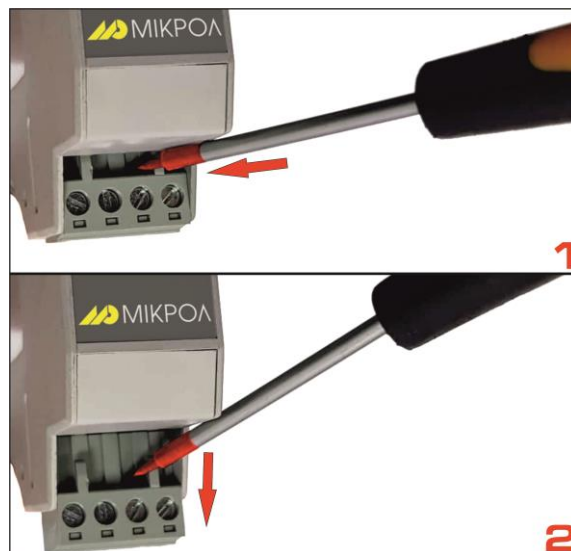

Рисунок 3.3 – Схема витягування роз'єму-кlemi з допомогою плоскої викрутки
3.2.5 Виконайте зовнішні підключення до блоку згідно з рисунком 3.3. Підключення здійснюється за допомогою гвинтового з'єднання. Також, для зручності, роз'єм-клему можна витягнути з допомогою плоскої викрутки. (див. рисунок 3.3)